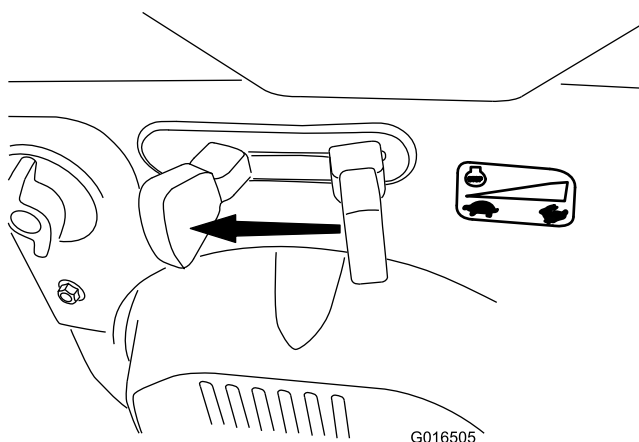

Figure 25
1. Déplacez la commande d'accélérateur en position BAS RÉGIME, puis en position ARRÊT (Figure 25). Vous pouvez aussi couper le moteur en tirant la clé de contact vers l'extérieur, à la position centrale.